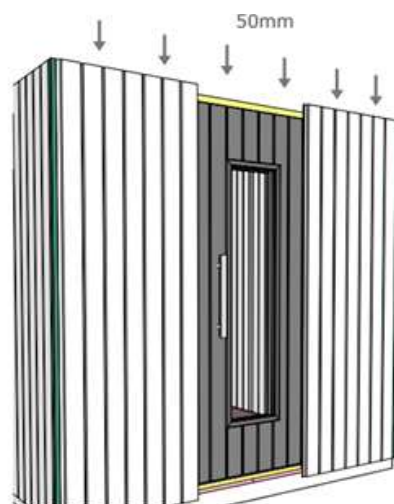

Fig.9c-Fixation de la porte
- Avec un foret 4mm, fraisez et percez 4 trous dans le châssis vertical opposé aux charnières et le fixer à l'aide des vis de 50mm (Fig.9c).